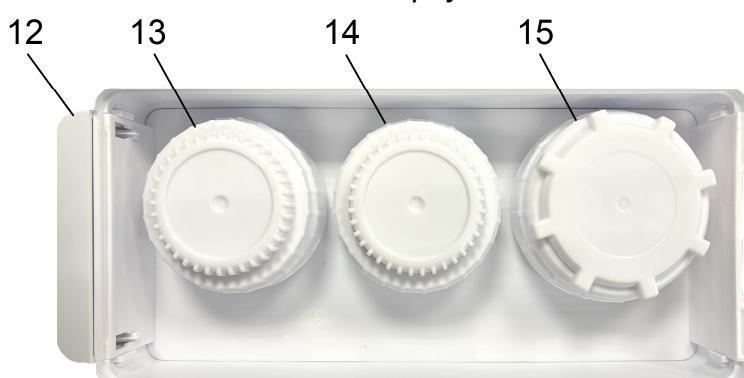

Рисунок 3
6.2.3 Установите фильтрующий элемент РС в колбу (Рис. 3, поз. 11), закрутите крышку колбы вручную до упора и подтяните ее при помощи специального ключа.
6.2.4 Установите фильтрующий элемент СТО в колбу (Рис. 3, поз. 12), закрутите крышку колбы вручную до упора и подтяните ее при помощи специального ключа.
- 6.2.5 Установите мембранный элемент в колбу (Рис. 3, поз. 13), закрутите крышку колбы вручную до упора и подтяните ее при помощи специального ключа. Установите верхнюю крышку на место.